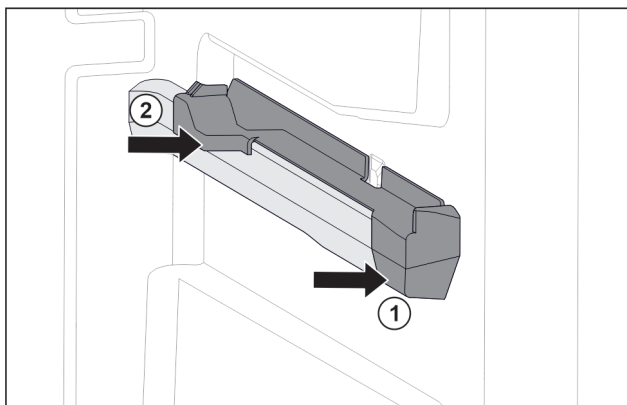

Fig. 77 Вставная часть на правом контейнерном ребре
- ▶ Наденьте вставную часть спереди на контейнерное ребро. Fig. 77 (1)
- ▶ Нажмите на вставную часть сзади. Fig. 77 (2)